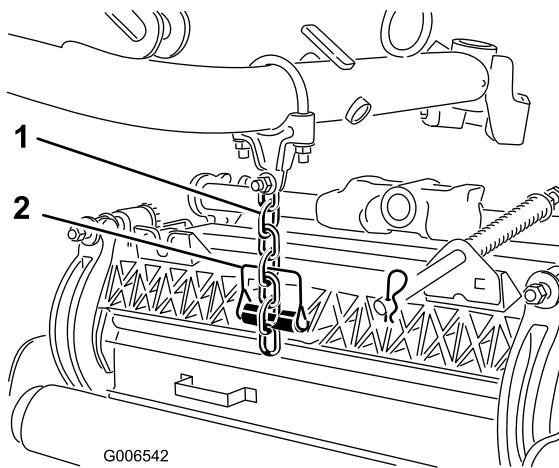

Figura 13
7. Fissate la catena del braccio di sollevamento alla staffa della catena dell'apparato di taglio (Figura 13) con il perno di ritenuta, come indicato di seguito: